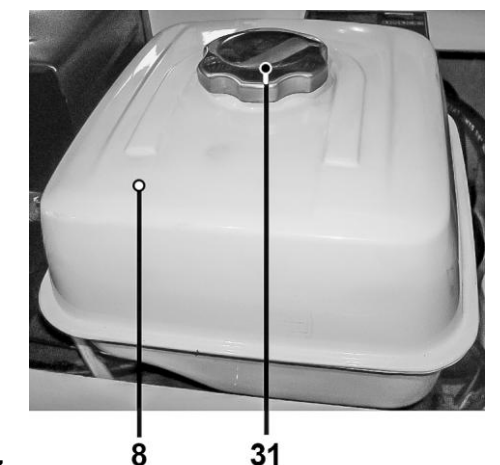

Рис. 17
8.3. Заправка топливом (Рис. 17).